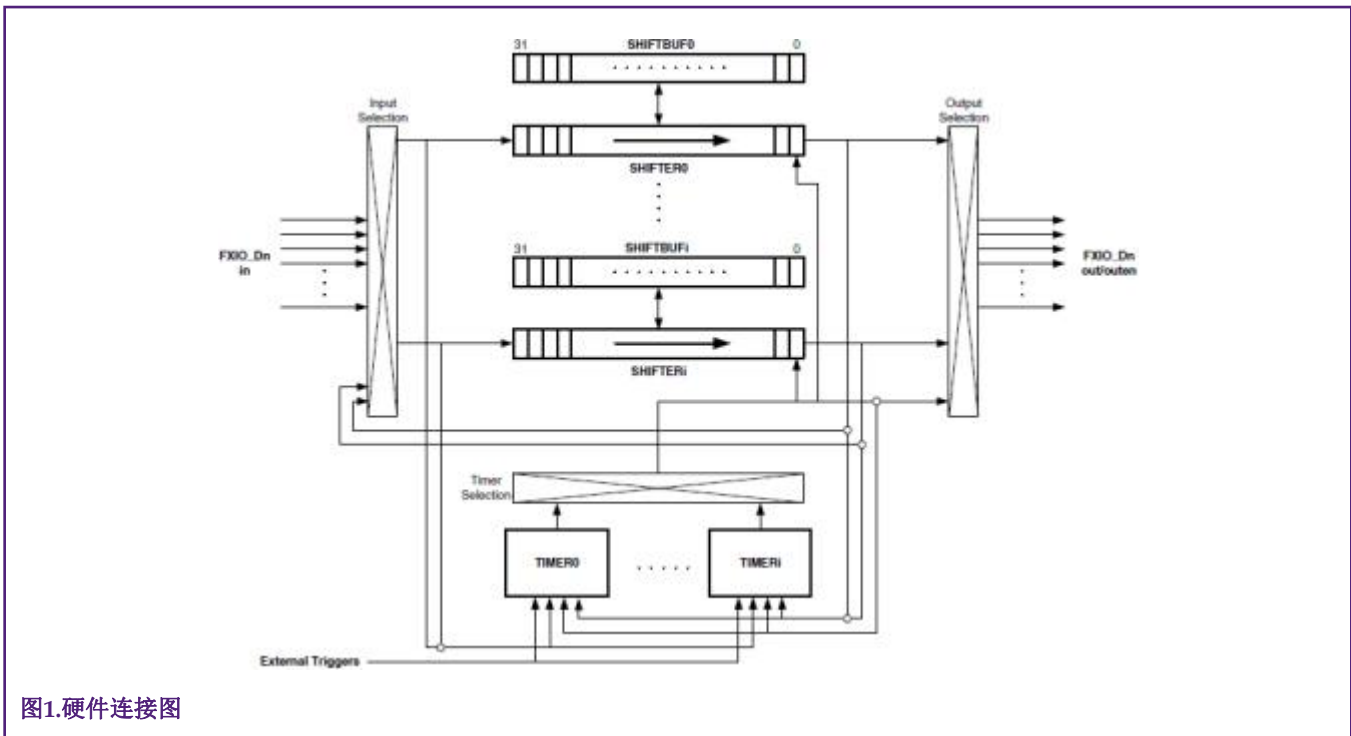

图1.硬件连接图
- 任何一个或多个引脚都可以分配给一个移位器进行输入或输出，如图1所示。
- 可以将任何计时器分配给换挡器进行换挡控制，如图1所示。
- 可以将任何引脚分配给计时器以进行计时器输入或输出，如图1所示。
- 计时器触发可以源自移位器标志，引脚或FlexIO模块外部，如图1所示。